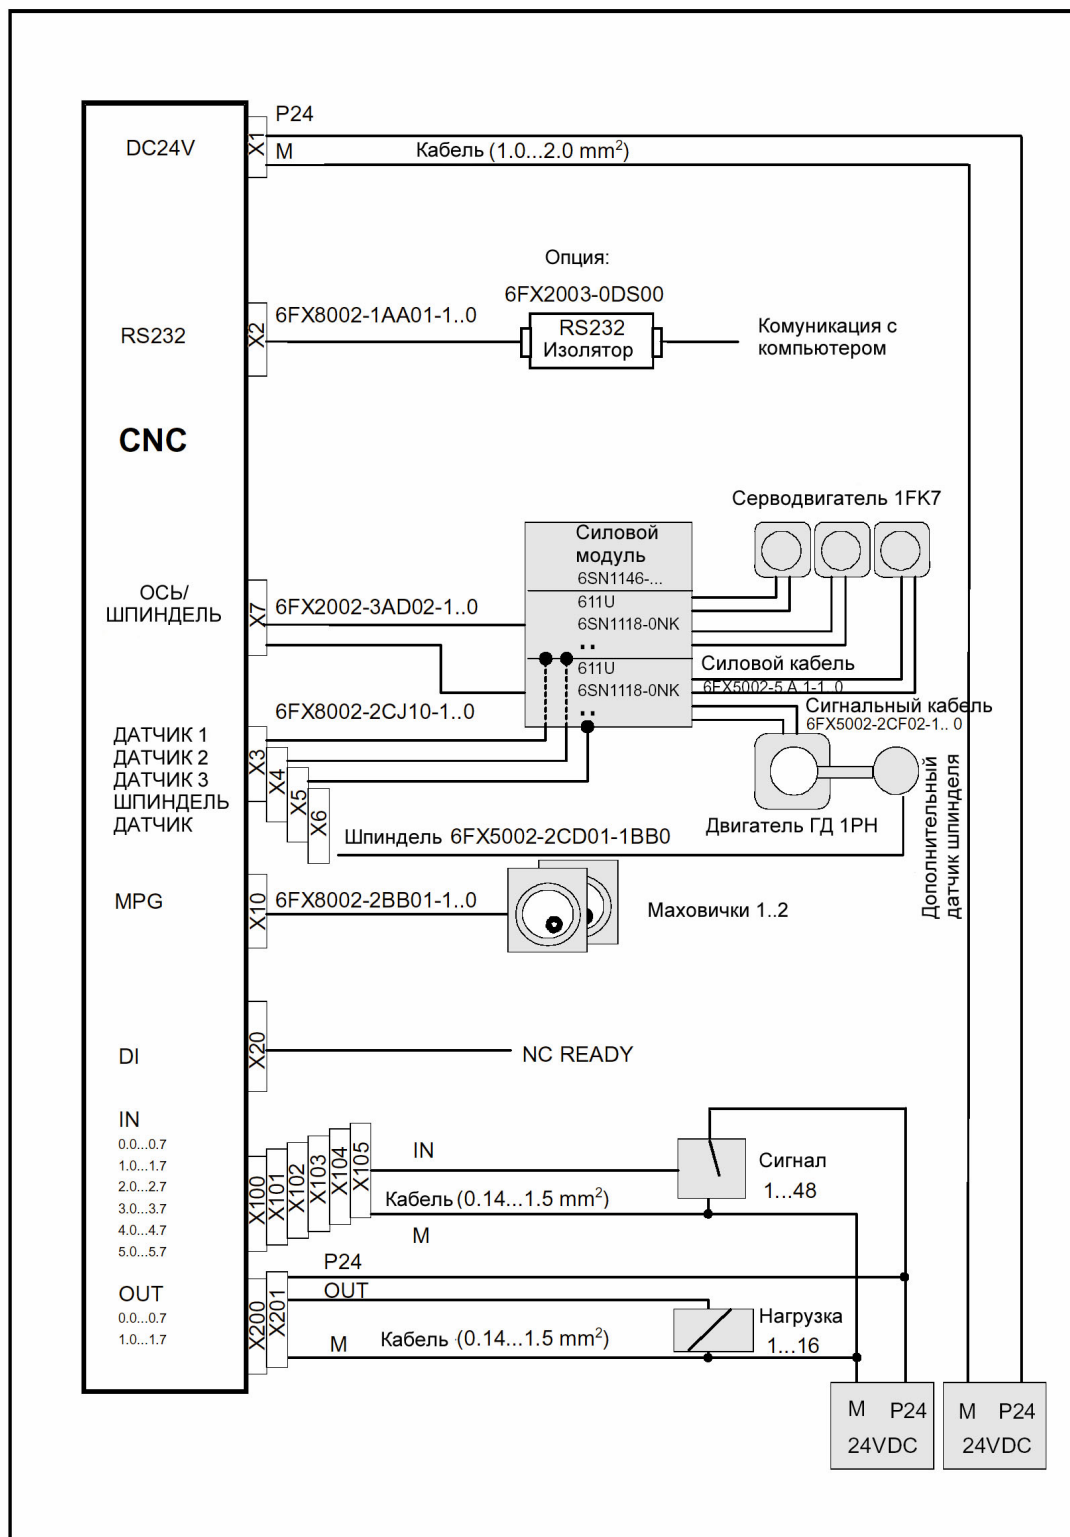

Рис. 2-4 Схема соединения для SINUMERIK 802C base line с SIMODRIVE 611U
1. Подключить кабель согласно рис. 2-4 или 2-5.